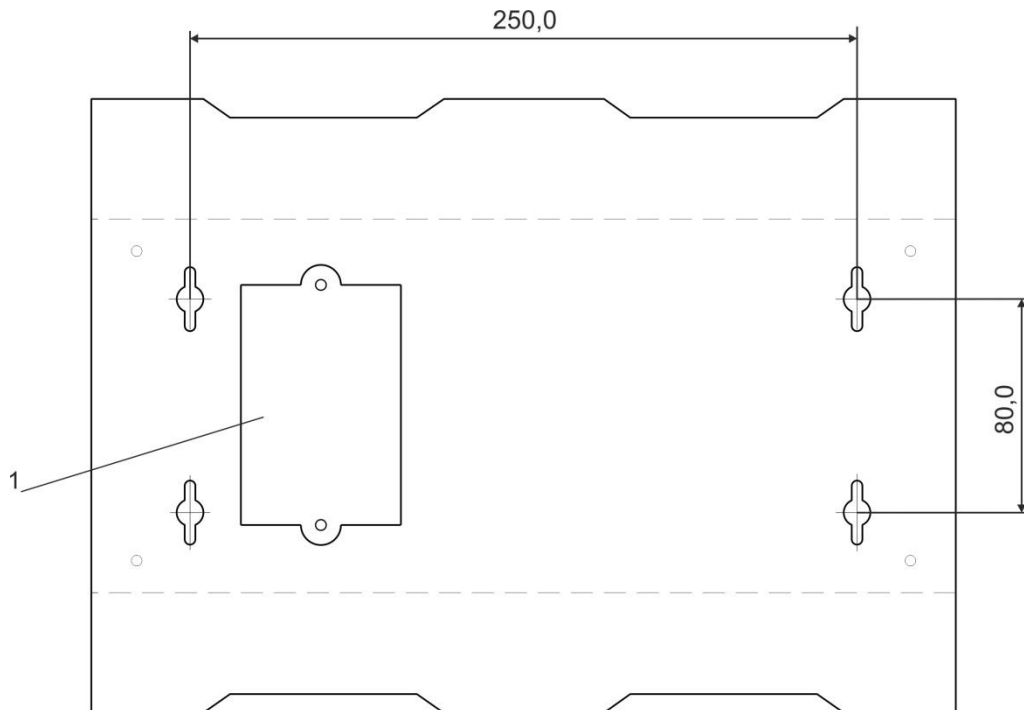

Рисунок 5.2. Монтажная схема крепления
6. Закрепить табло отображения на стене через проушины на задней стороне корпуса с помощью саморезов (см. рис.5.2).